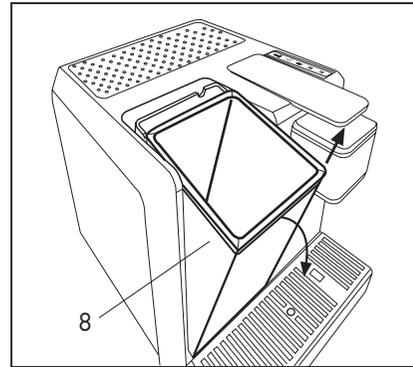

Abb. 1
- Den Behälter (8) nach außen kippen, heben und abnehmen. **(Abb. 1)**